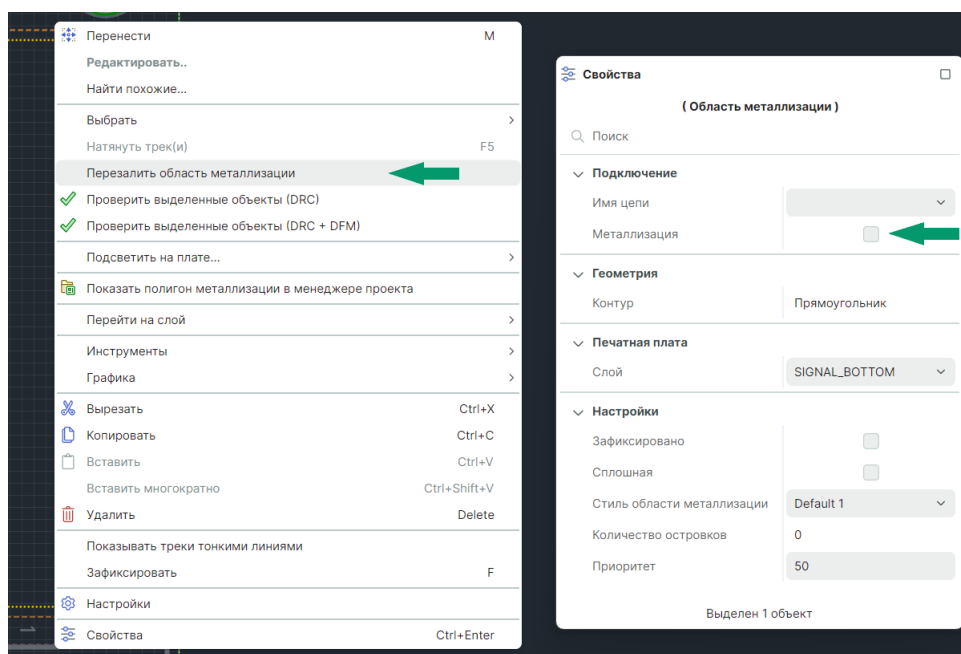

Рис. 432 Способы заполнения области металлизации
2. В контекстном меню выберите «Перезалить область металлизации» или установите флаг в чек-бокс «Свойства» → «Подключение» → «Металлизация», см. Рис. 432.